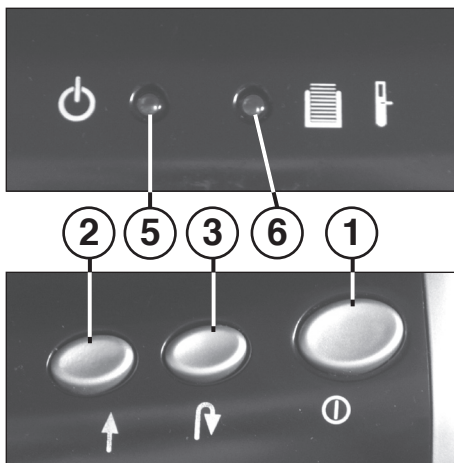

fig. 1
- 1 = Interrupteur à poussoir „prêt à fonctionner“ (fig. 1)**
- 2 = Touche marche avant (fig. 1)**
- 3 = Touche marche arrière (fig. 1)**
- 5 = Voyant de contrôle „prêt à fonctionner“ (fig. 1)**
- 6 = Voyant de contrôle (rouge / jaune) (fig. 1)**
Appuyer sur l'interrupteur à poussoir (1) (fig. 1) de la machine. Le voyant de contrôle (5) (fig. 1) s'allume.
Lorsque le récipient collecteur pour papier est plein, la machine se met hors circuit. Un signal sonore retentit. L'affichage de contrôle (6) (fig. 1) s'allume (rouge).
- Extraire le récipient collecteur (9) avec le bac collecteur (10) hors du caisson du boîtier.
- Le signal sonore s'arrête. L'affichage de contrôle (6) (fig. 1) s'éteint.
Faites bien attention de mettre l'appareil hors circuit pendant la nuit en actionnant l'interrupteur à poussoir (1) (fig. 1).